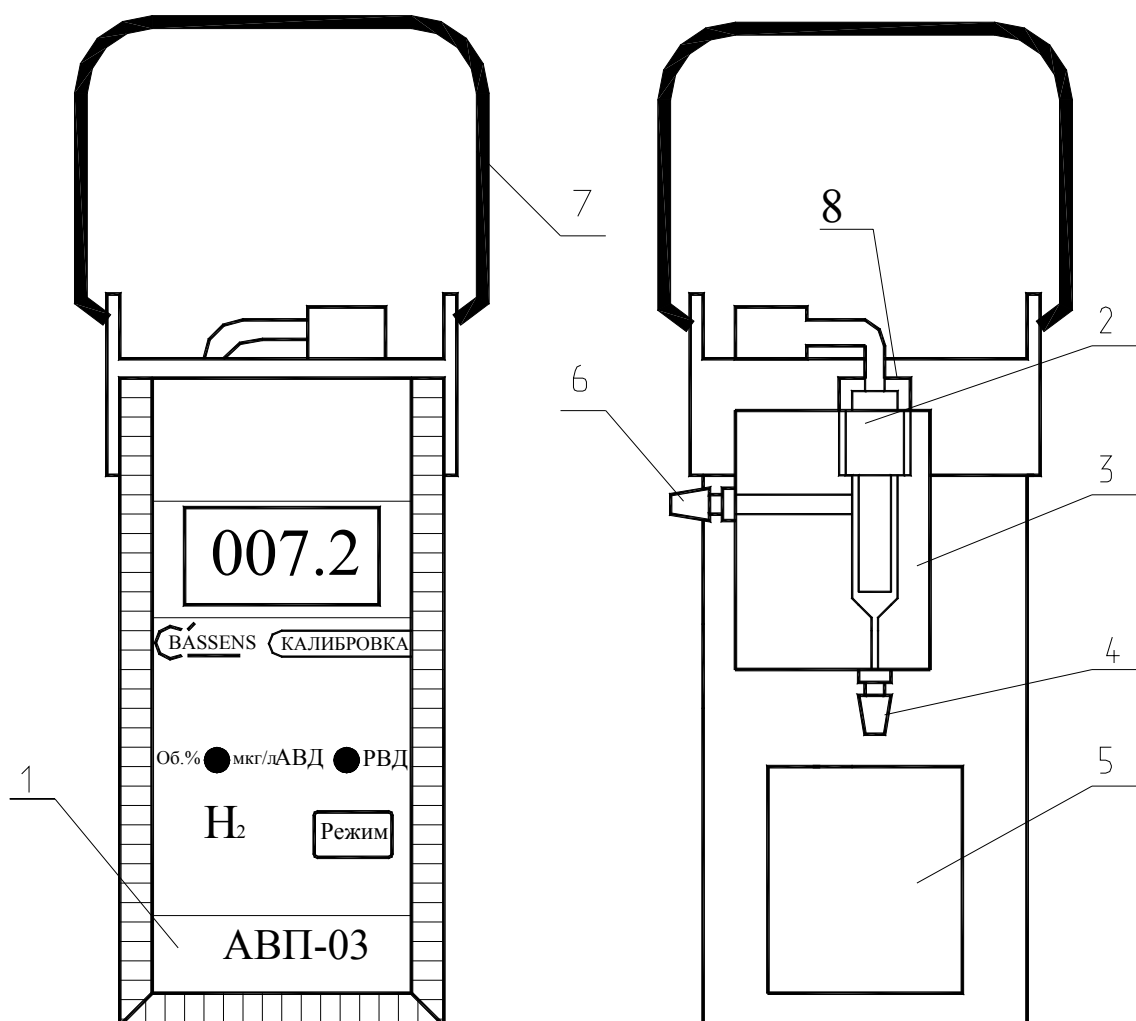

Рис. 2.
12.4.1. Открутить гайку 8, осторожно достать АС из измерительной камеры 3 (см. рис. 2) и выполнить п. 12.1.2.